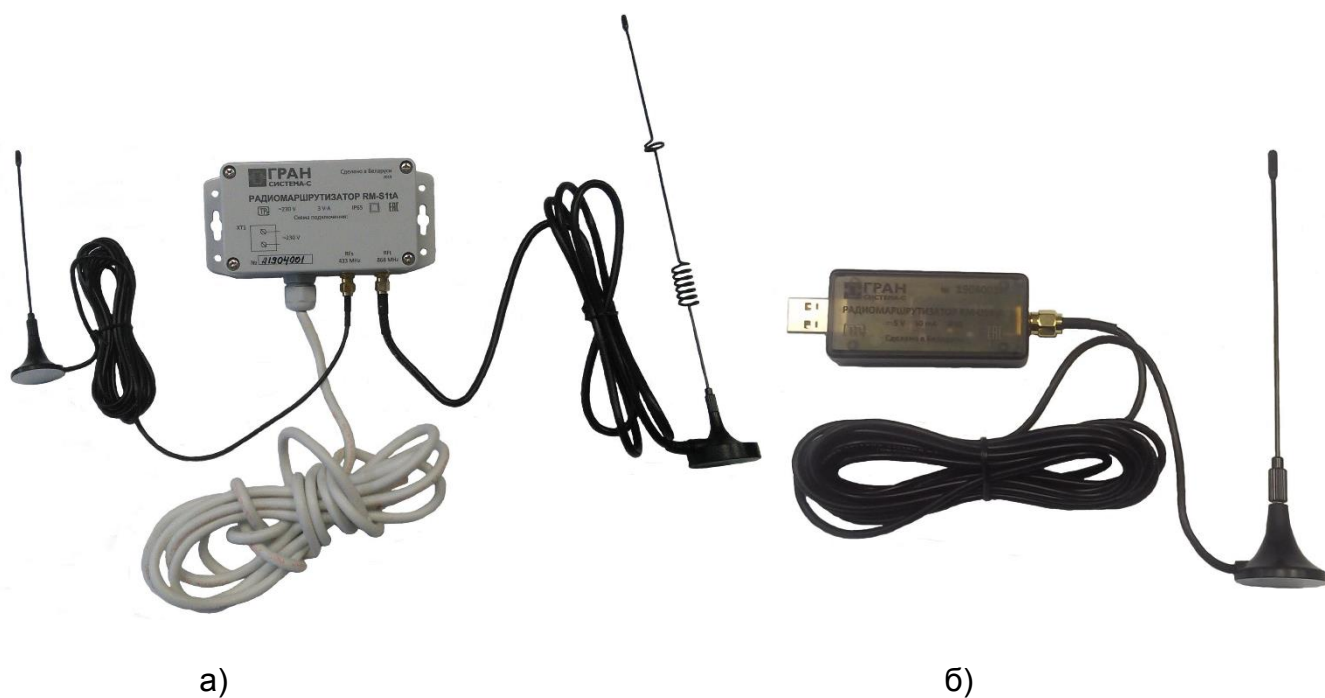

Рисунок 1.2 – Внешний вид радиомаршрутизаторов,
2.4.2.4 Прикрутите антенны к соответствующим разъемам RM (рисунок 1.2).